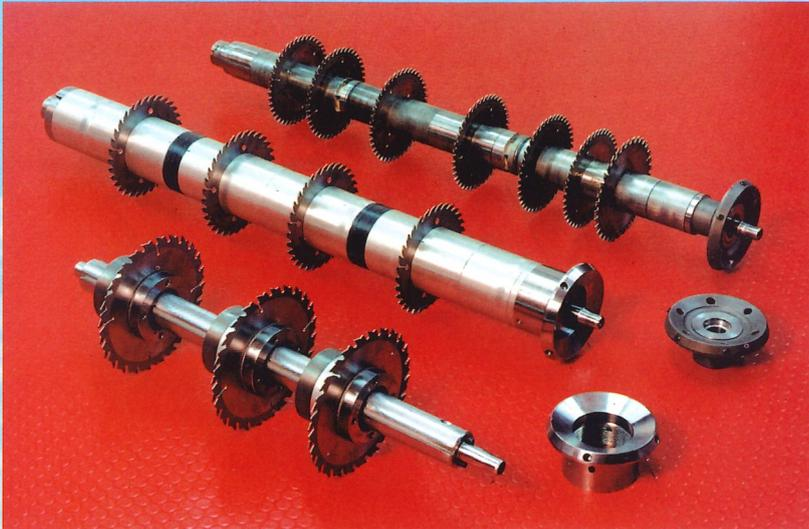

Abb.6 Sägewellensysteme
- *Mechanisch gespannte Wellen mit 100 mm Ø (für alle Durchgangsbreiten) bzw. 75 mm Ø (bis 1500 mm Durchgangsbreite). (Abb.6 Mitte)*
- *Hydraulisch gespannte Wellen mit 50 mm Ø (bis 1200 mm Durchgangsbreite) bzw. 60 mm Ø (bis 1800 mm Durchgangsbreite). (Abb.6 oben) erreichen durch die Spannung mittels hydraulischer Spannmutter die gleiche Steifigkeit trotz deutlich geringerem Durchmesser. Vorteil dieser Wellen: Größere Schnitthöhen*
- *Sägewellen von 70 mm Ø (bis 1500 mm Durchgangsbreite) oder 100 mm Ø bis 3000 mm Durchgangsbreite) mit einzeln verstellbaren Sägebüchsen (Abb.6 unten) eignen sich besonders dann, wenn nur relativ wenig Sägeblätter eingesetzt werden, bzw. ab einer Streifenbreite von etwa 50 mm. Auf die manuell verstellbaren Sägebüchsen wird jeweils ein Sägeblatt gespannt.*